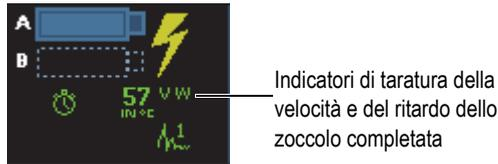

Figura 5-8 Gli indicatori della velocità (V) e del ritardo dello zoccolo (W)
La velocità ed il ritardo dello zoccolo sono adesso tarati. Nella parte inferiore a sinistra dello schermo, gli indicatori di taratura della velocità (V) e del ritardo dello zoccolo (W) diventano verdi (vedere Figura 5-8 a pagina 144).